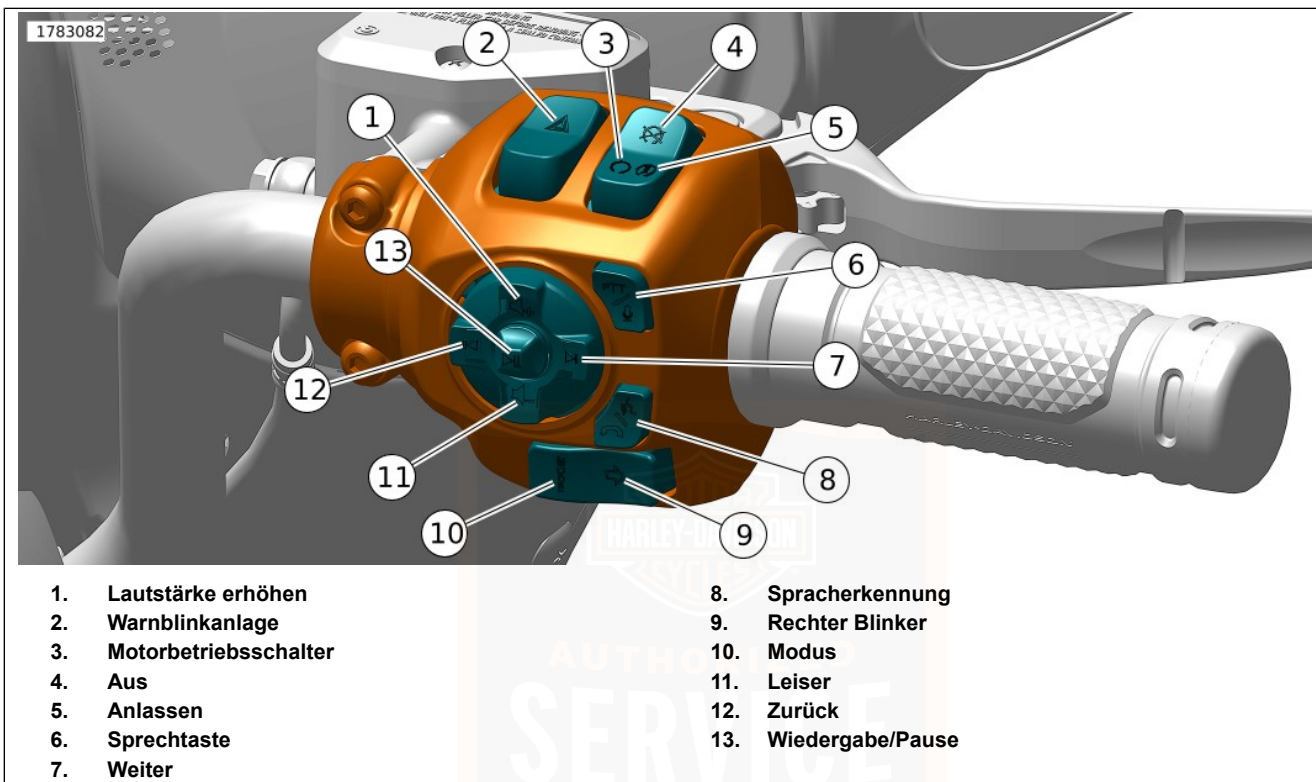

Abbildung 34. Rechtes Handbedienmodul (RHCM)
Siehe Abbildung 34. Der Warnblinkanlagenschalter (2) dient zur dauerhaften Aktivierung der Vierfach-Warnblinkanlage bei einem liegengebliebenen Motorrad. Mithilfe der Warnblinker kann das Motorrad mit ausgeschalteter Zündung zurückgelassen werden, bis Hilfe geholt wird. Siehe Tabelle 28.
1. Während der Motorbetriebsschalter auf RUN (Ein) (3) steht, auf den Warnblinkanlagenschalter drücken, um die Vierfach-Warnblinkanlage zu aktivieren.
Siehe Abbildung 34. Den Motorbetriebsschalter auf OFF (Aus) (4) stellen, um den Motor abzustellen. Siehe Tabelle 28.
Siehe Abbildung 34. Den Motorbetriebsschalter auf RUN (Ein) (3) stellen, damit der Motor starten und laufen kann. Der Motorbetriebsschalter muss sich in der Stellung RUN (Ein) befinden, damit der Motor angelassen und betrieben werden kann. Siehe Tabelle 28.
Siehe Abbildung 34. Den rechten Blinkerschalter (9) zur Aktivierung des rechten Blinkers betätigen. Siehe Tabelle 28.
Siehe Abbildung 34. Die „Lautstärke erhöhen“-Taste (1) drücken, um die Lautstärke zu erhöhen. Siehe Tabelle 28.
Siehe Abbildung 34. Die „Weiter“-Taste (7) drücken, um die nächste Mediendatei auszuwählen. Siehe Tabelle 28.
Siehe Abbildung 34. Die „Lautstärke verringern“-Taste (11) drücken, um die Lautstärke zu verringern. Siehe Tabelle 28.
Siehe Abbildung 34. Die „Zurück“-Taste (12) drücken, um die vorherige Mediendatei auszuwählen. Siehe Tabelle 28.
Siehe Abbildung 34. Die „Wiedergabe/Pause“-Taste (13) drücken, um die aktuelle Mediendatei wiederzugeben oder anzuhalten. Siehe Tabelle 28.
Siehe Abbildung 34. Die Sprech Taste (6) dient bei entsprechend ausgestatteten Fahrzeugen der Bedienung der Fahrer/Sozius-Sprechanlage. Siehe Tabelle 28.
1. Siehe Abbildung 34. Den Motorbetriebsschalter auf RUN (Ein) (3) stellen. Das Getriebe in den Leerlauf schalten. Die (grüne) Leerlauf-Kontrollleuchte leuchtet auf. Siehe: FUNKTIONSWEISE > ANLASSEN DES MOTORS (Seite 135).
2. Den Anlasser durch Drücken des Motorbetriebsschalters auf START (5) betätigen. Siehe Tabelle 28.
Siehe Abbildung 34. Die Spracherkennungstaste (8) aktiviert die integrierten Spracherkennungsfunktionen der IFCU. Wenn CarPlay aktiv ist, wird Siri durch langes Drücken aktiviert. Siehe Tabelle 28.
Siehe Abbildung 34. Die Modustaste (10) drücken, um den Fahrmodus zu ändern. Siehe: FUNKTIONSWEISE > FAHRMODI (Seite 125). Siehe Tabelle 28.
Siehe Abbildung 34. Die Rechtes Lenkerbedienelementmodul (RHCM) -Tasten verwenden, um mit Lauter (1), Leiser (11), Nächster (7), Vorheriger (12) und Wiedergabe/Pause (13) die RHCM Einstellungen der Audiomedien anzupassen. Siehe: **BEDIENUNGSANLEITUNG > FUNKTIONSWEISE DER INFOTAINMENT-STEUEREINHEIT (IFCU) (Seite 157).**